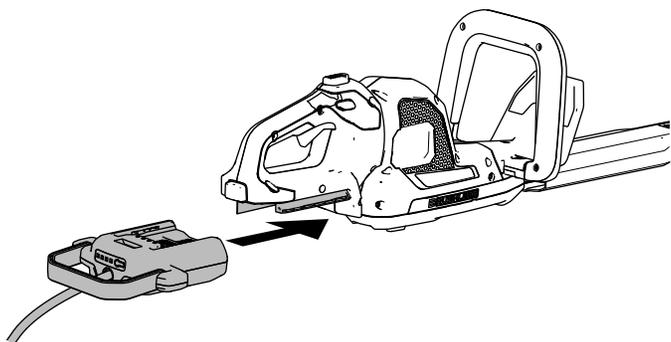

図 5
2. 図 5 のように、バッテリーコネクタを器具の接続部に合わせ、ラッチがロックするまで押し込む。